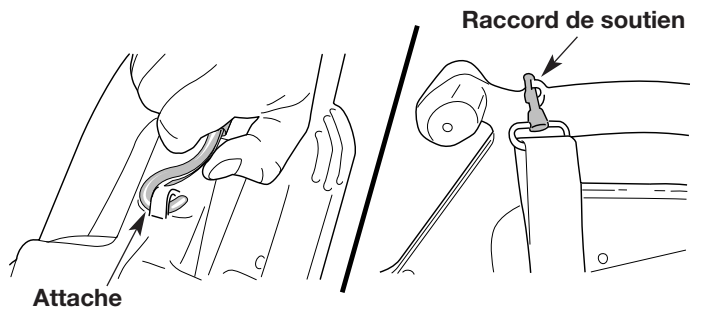

Fig. 7
3. Enfoncez d'un coup sec l'attache sur le raccord de soutien (Fig. 7).